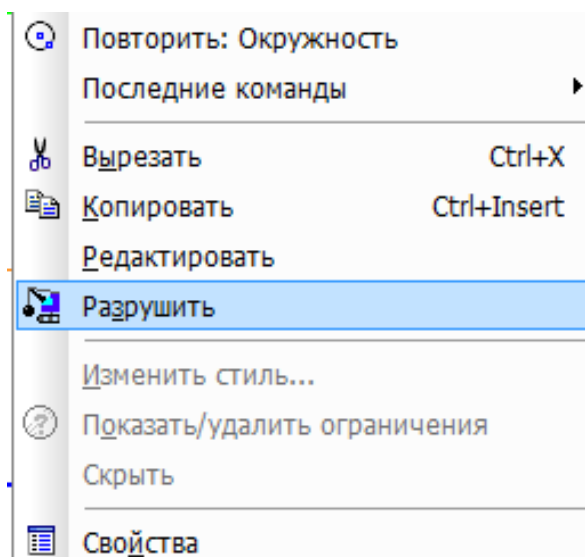

Рис.15
1) Щелчком мыши выделите оси симметрии и, нажав правую кнопку мыши, выполните команду «Разрушить» (рис.15). После этого системный макроэлемент (оси симметрии) распадется на четыре независимых отрезка.